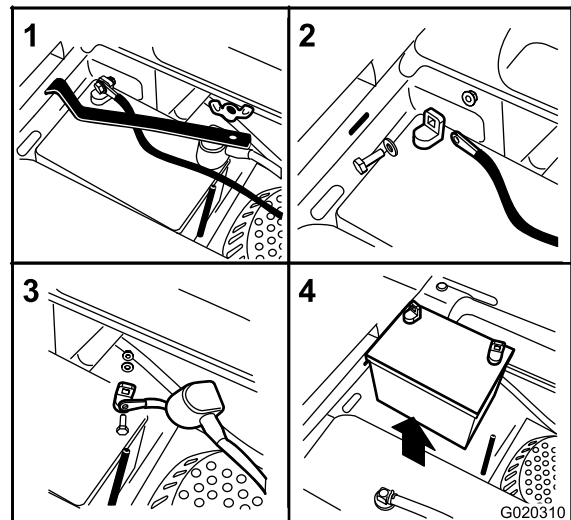

Figura 44
3. Retire la tuerca de orejeta que sujeta la abrazadera de la batería (Figura 44).
4. Retire la abrazadera (Figura 44).
5. Primero desconecte el cable negativo (negro) del borne negativo (-) (negro) de la batería (Figura 44).
6. Retire la cubierta de goma roja del borne positivo (rojo) de la batería y retire el cable positivo (+) (rojo) (Figura 44).
1. Coloque la batería en la bandeja con los bornes en el lado opuesto del depósito de combustible (Figura 44).
4. Fije los cables con 2 pernos, 2 arandelas, y 2 contratuercas (Figura 44).
6. Instale la abrazadera y sujétela con la tuerca de orejeta (Figura 44).